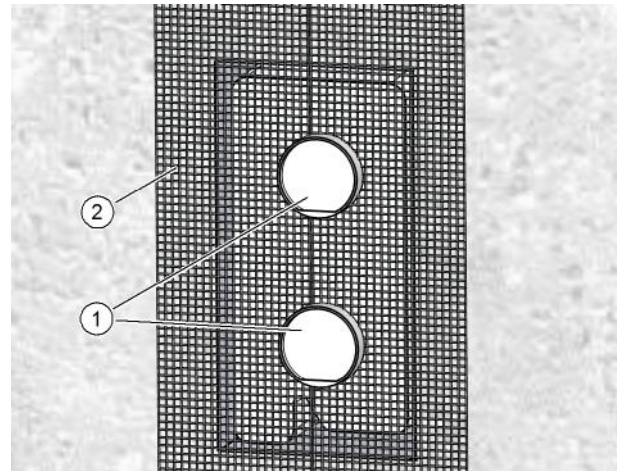
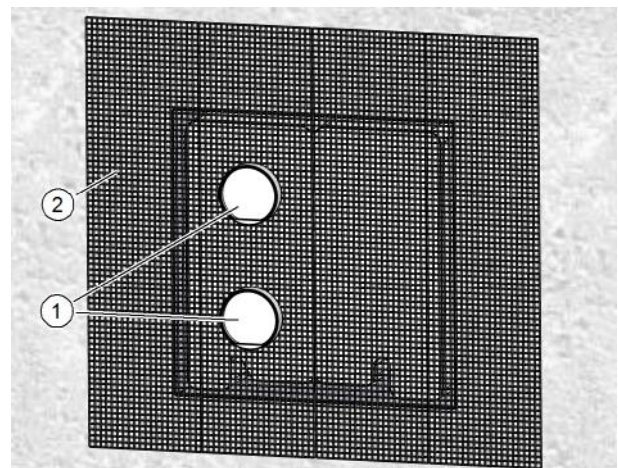

Abb. 30: Mauerkasten **ohne** Füllstück einputzen
Abb. 31: Mauerkasten **mit** Füllstück einputzen
- ▶ Setzen Sie die Putzschutzhülsen (Pos. 1 in Abb. 30 und Abb. 31) ein. Sie sollen soweit über die Massivwand herausragen, dass sie mit dem späteren Putzauftrag bündig abschließen. Die Putzschutzhülsen bilden die Beiputzfläche für den Außenputz.
- ▶ Bringen Sie das Putzgewebe (Pos. 2 in Abb. 30 und Abb. 31) außen auf den Mauerkasten, auf das Mauerwerk bzw. auf die Fassadendämmung an.